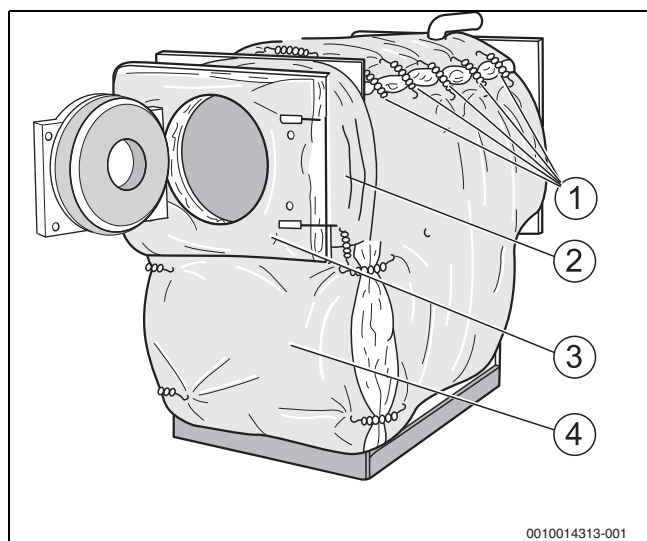

Fig. 10 Montarea și fixarea izolației termice
- ▶ Așezați izolația termică, suprapusă pe partea de sus, în jurul blocului cazanului și fixați-o sus cu 5 arcuri de prindere [1] (→ fig. 10, pagina 18).
- ▶ Închideți decupajul pentru protecția la lipsă apă cu 2 arcuri de prindere [1] (→ fig. 10, pagina 18).
- ▶ Așezați izolația termică frontală inferioară [4] la nivelul peretelui frontal al blocului cazanului și fixați-o cu 2 arcuri de prindere [1] în partea dreaptă și în partea stângă pe izolația termică circumferențială (→ fig. 10, pagina 18).
- ▶ Așezați benzile izolației termice [2] în partea superioară în jurul inelului corpului cazanului și fixați-le cu 2 arcuri de prindere [1] în partea dreaptă și stângă la nivelul izolației termice frontale inferioare (→ fig. 10, pagina 18).